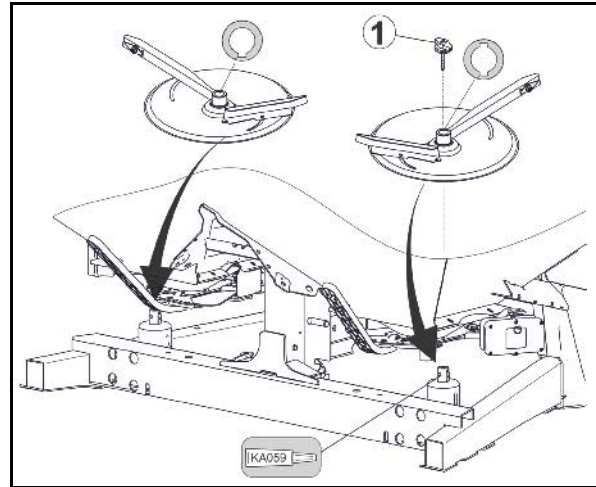

Bild 68
1. Gränsspridning enligt gödselförordningen (Bild 68):